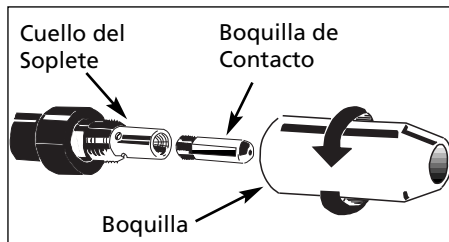

Figura 6 - Boquilla del Soplete
- Para desconectar la boquilla, gírela en sentido contrario a las agujas del reloj. Después, desconecte la boquilla de contacto del extremo del soplete (Vea la Figura 6). Conecte la soldadora a un tomacorrientes adecuado.
- Cuidadosamente coloque el sistema de contacto y atorníllelo al extremo del soplete. Para instalar la boquilla, gírela en **el mismo sentido de las agujas del reloj** (Vea la Figura 6). Corte el alambre a aproximadamente 6,4 mm (1/4") de la boquilla.